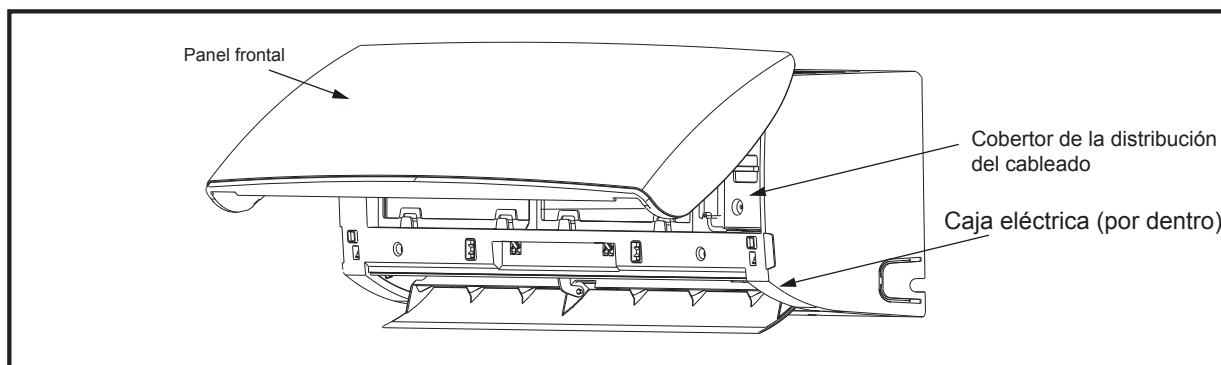
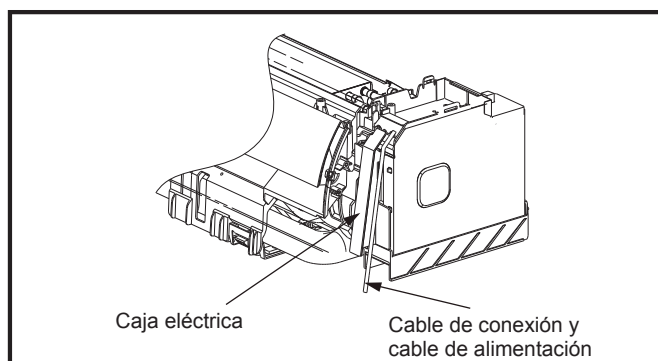

Fig. 16
Fig. 17
- 6). Abra el panel frontal y el cobertor de la distribución del cableado (Fig. 16). Luego, dirija el cable de conexión y el cable de alimentación a través de las guías de la caja eléctrica (Fig. 17).